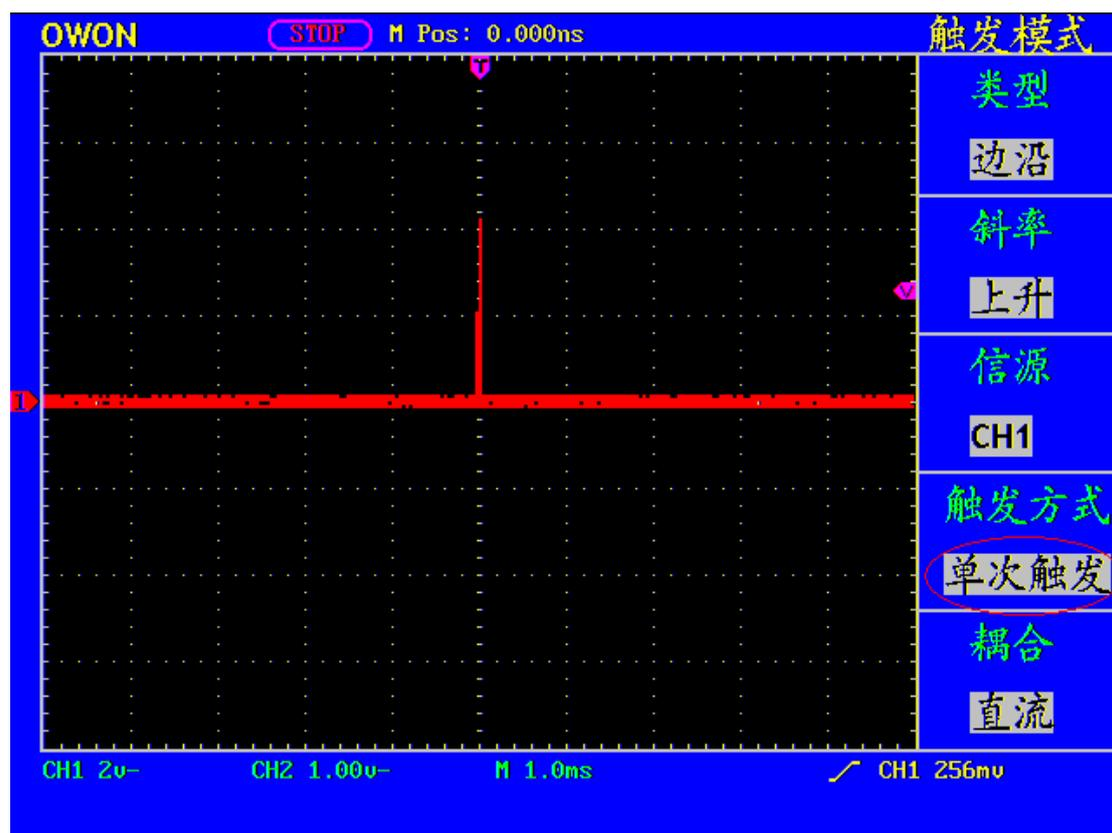

图 55: 捉单次信号
- 10、若屏幕上方**触发状态指示**没有显示 **Ready**，则按下 **RUN/STOP**（**运行/停止**）按键，启动获取。等待符合触发条件的信号出现。如果有某一信号达到设定的触发电平，即采样一次，显示在屏幕上。利用此功能可以轻易捕捉到偶然发生的事件，例如幅度较大的突发性毛刺：将触发电平设置到刚刚高于正常信号电平，按 **RUN/STOP**（**运行/停止**） 按键开始等待，则当毛刺生时，机器自动触发并把触发前后一段时间的波形记录下来。通过旋转面板上水平控制区域的 **水平位置** 旋钮，改变触发位置的水平位置可以得到不同长度的负延迟触发，便于观察毛刺发生之前的波形。见图 55。